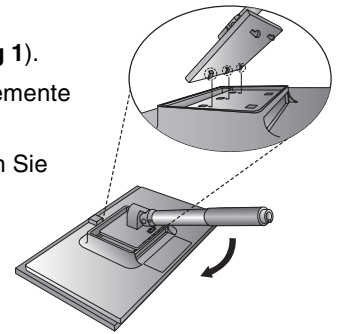

Abbildung 1
1. Legen Sie den Monitor mit der Vorderseite nach unten auf eine weiche Oberfläche (**Abbildung 1**).
2. Setzen Sie die oberen Halterungen des Fußes in den Schacht des Monitors ein und drücken Sie den Fuß anschließend in den Monitor. Beachten Sie dabei die in **Abbildung 1** dargestellte Richtung, und vergewissern Sie sich, dass der Fuß einrastet.